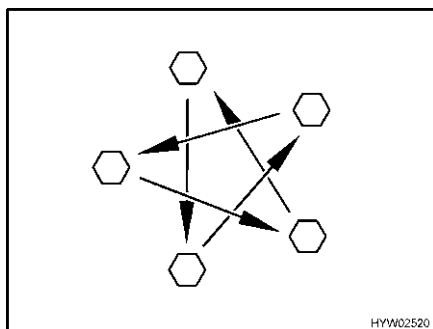

Fig. 242 Serrer en croix les écrous ou les boulons de roue
- Vérifier régulièrement le serrage des écrous ou des boulons de roues. Reserrer alternativement et en croix (Fig. 242) tous les écrous ou les boulons de roue 50 km après le changement d'une roue. Couple de serrage, voir paragraphe 13.5.2.
- ▷ Serrer en croix les écrous ou les boulons de roue (Fig. 242).